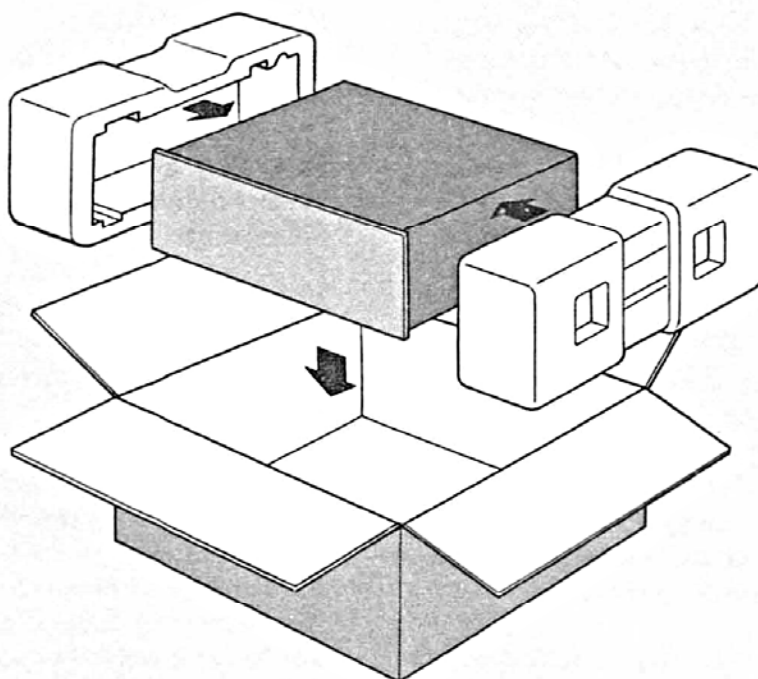

Figure 7. Instructions d'emballage
- a. Emballez l'appareil très soigneusement en utilisant l'emballage d'origine comme le montre la figure 7.